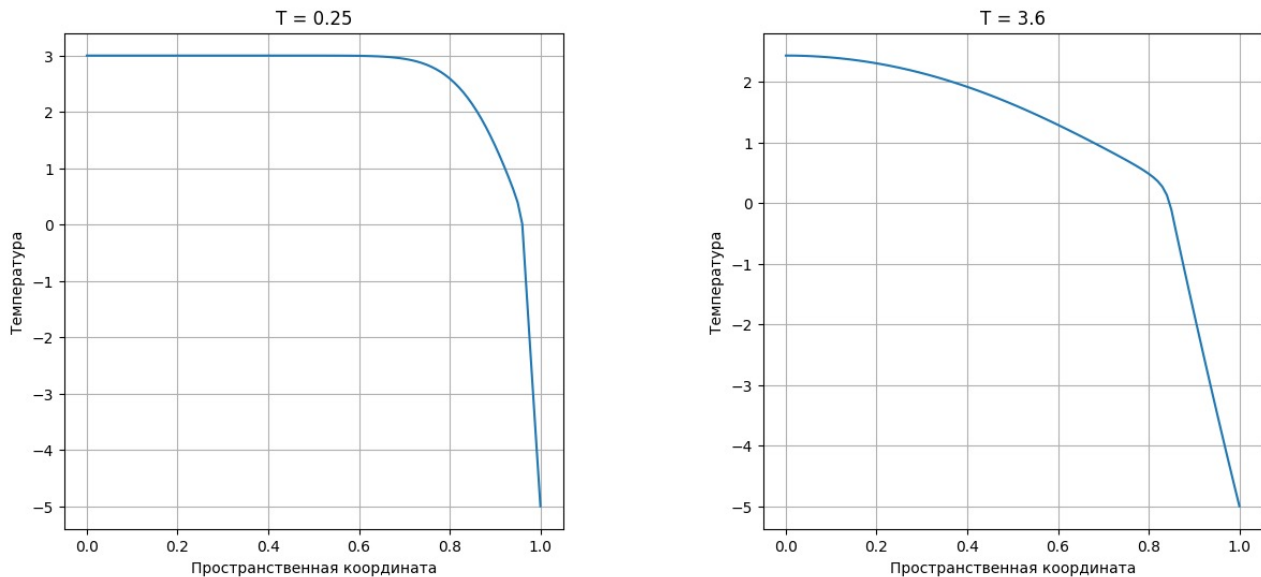

Рисунок 4 – Распространение теплоты в системе с сигналом в виде константы
1) Граничное значение в виде постоянного значения (рис. 4) - в системе происходит быстрая релаксация в пограничном слое и последующее медленное промораживание стержня вглубь.